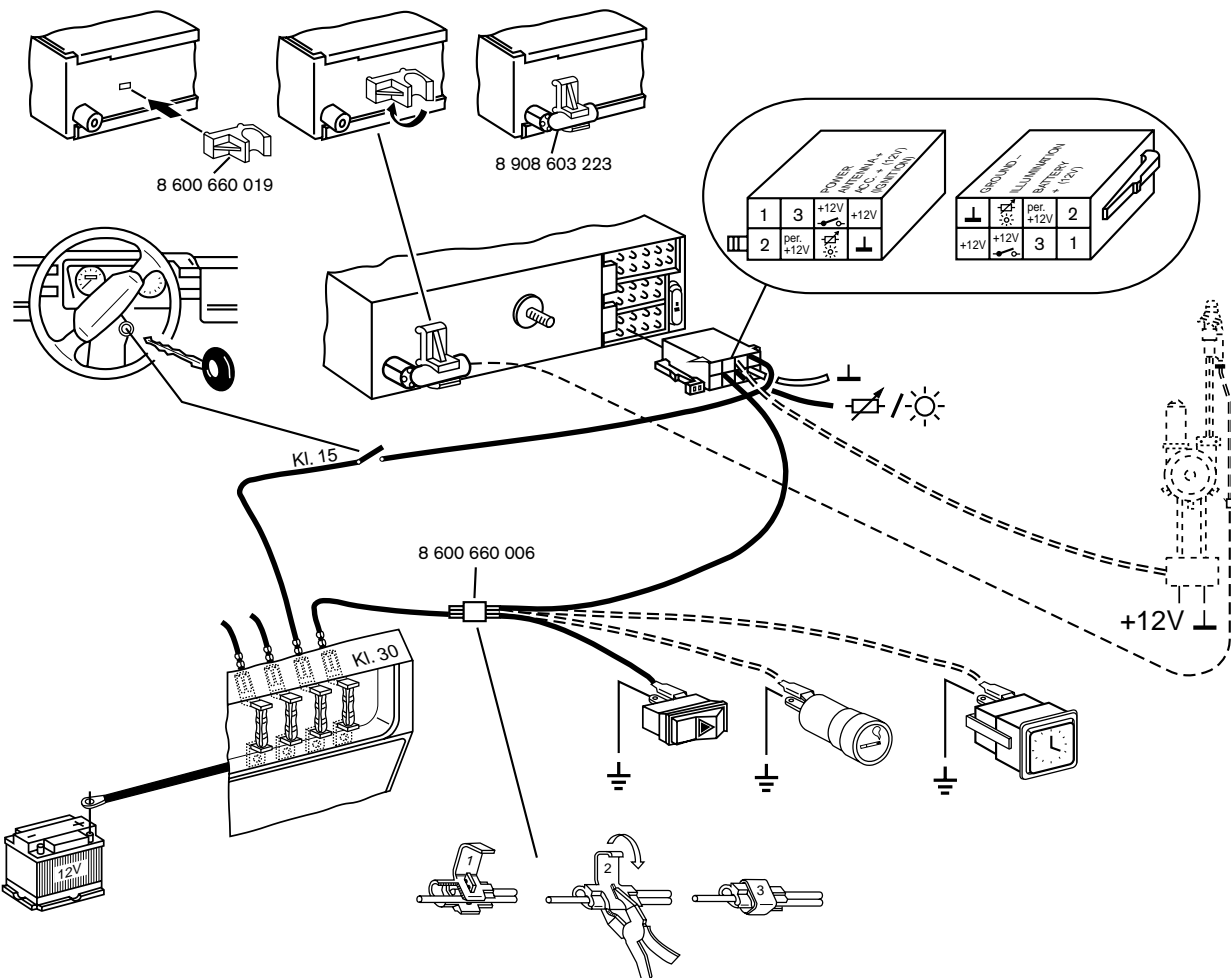

Fig. 4
- Esquema de ligação Fig. 4
Em viaturas equipadas com fichas de ligação ISO, na ficha ±, os pinos 1, 2 e 3, em principio, não devem estar ocupados. Fig. 4.